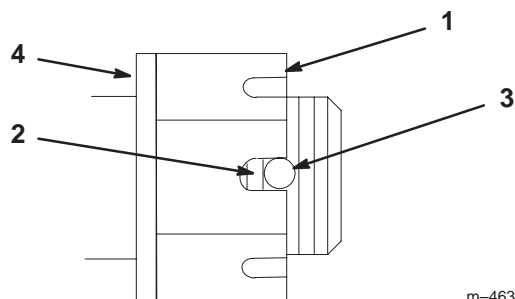

Figure 50
3. Serrez le boulon crénelé à 169 Nm (125 pieds-livre) (Fig. 50).
4. Mesurez l'espace entre la base de la fente de l'écrou et le bord intérieur du trou. On ne doit pas voir plus de deux filets (Fig. 50).
5. Si plus de deux filets sont visibles, enlevez l'écrou et placez une rondelle entre le moyeu et l'écrou (Fig. 50).
6. Serrez le boulon crénelé à 169 Nm (125 pieds-livre) (Fig. 50).
7. Serrez l'écrou jusqu'à ce que le jeu de fentes suivant soit en face du trou de l'axe (Fig. 50).